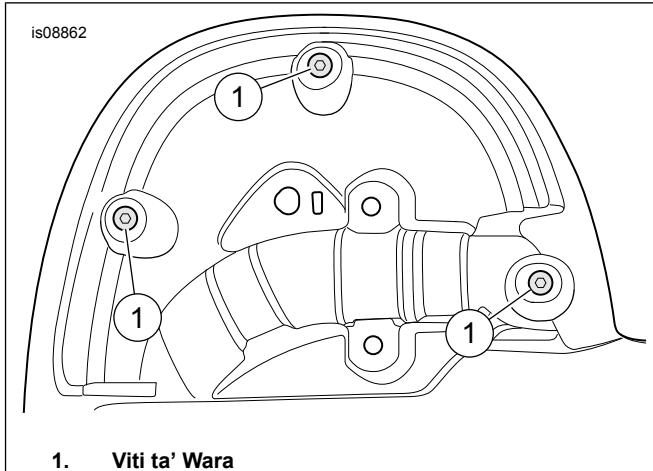

Figura 1. Viti ta' Wara
- Ara Figura 1 . Aqla' l-viti ta' wara (1), min-naħha ta' wara ta' waħda mill-fairings.